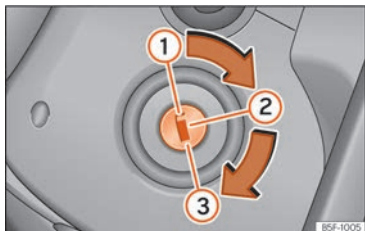

Fig. 240 Positions de la clé de contact.
»» fig. 240.
- Retirez la clé de contact d'allumage sur la position **1** »» fig. 240 »» .